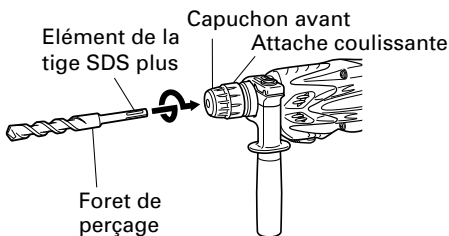
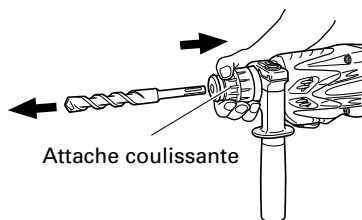

Fig. 2
Fig. 3
6. Montage du foret de perçage (Fig. 2)
(1) Nettoyer la section de la queue du foret.
(2) Insérer le foret en le tournant dans le porte-outil jusqu'à ce qu'il se verrouille. (Fig. 2)
(3) Vérifier que le foret est bien verrouillé en tirant dessus.
(4) Pour retirer le foret de perçage, tirer complètement l'attache coulissante dans le sens de la flèche et sortir le foret. (Fig. 3)